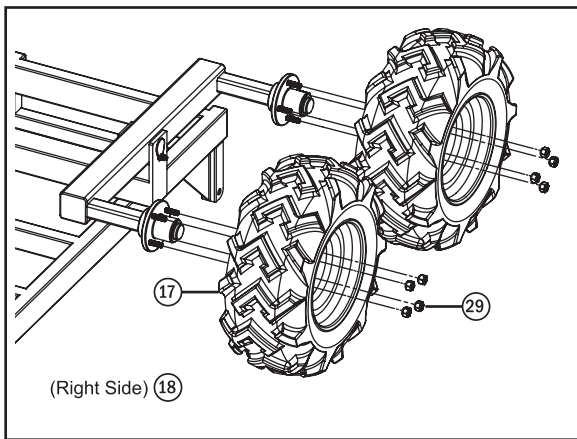

Fig. 4
Étape 7 : Installez les roues sur les essieux oscillants. Installez les roues (17 et 18) sur les essieux oscillants (16) à l'aide des écrous à ergot (29). Les pneus sont directionnels, il est donc important d'installer les roues du bon côté. La fig. 4 montre que les pneus du côté gauche sont installés parce que le châssis est inversé. Utilisez une clé dynamométrique et serrez les écrous à ergot (29) à un couple compris entre 100 et 110 Nm (75 et 80 pi-lb). Répétez cette opération pour les roues de l'autre essieu oscillant.